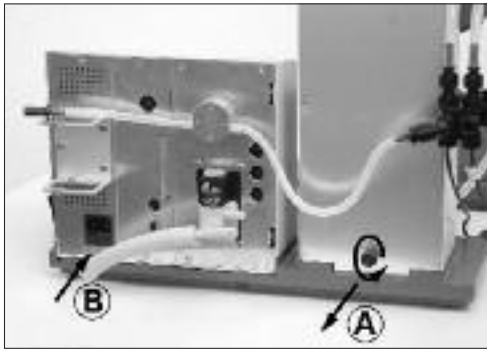

Fig. 4a
**ACHTUNG!** Transportsicherung lösen (Fig. 4a)!